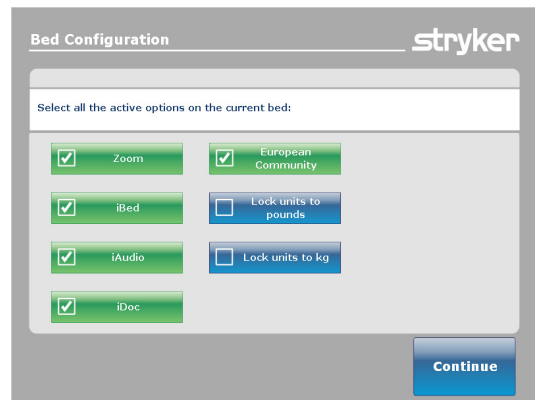

Abbildung 30b: Bettoptionen-Bildschirm
2. Nachdem die Taste „Close“ (Schließen) in Schritt 1 gedrückt wurde, wird der Bildschirm „Bed Options“ (Bettoptionen), wie in Abbildung 30b dargestellt, angezeigt.
Hinweis: In Abbildung 30b sind die ausgewählten Optionen „Zoom“, „iBed“ und „iAudio“, „iDoc“ und „European Community“. Die ausgewählten Optionen wechseln nach Grün.